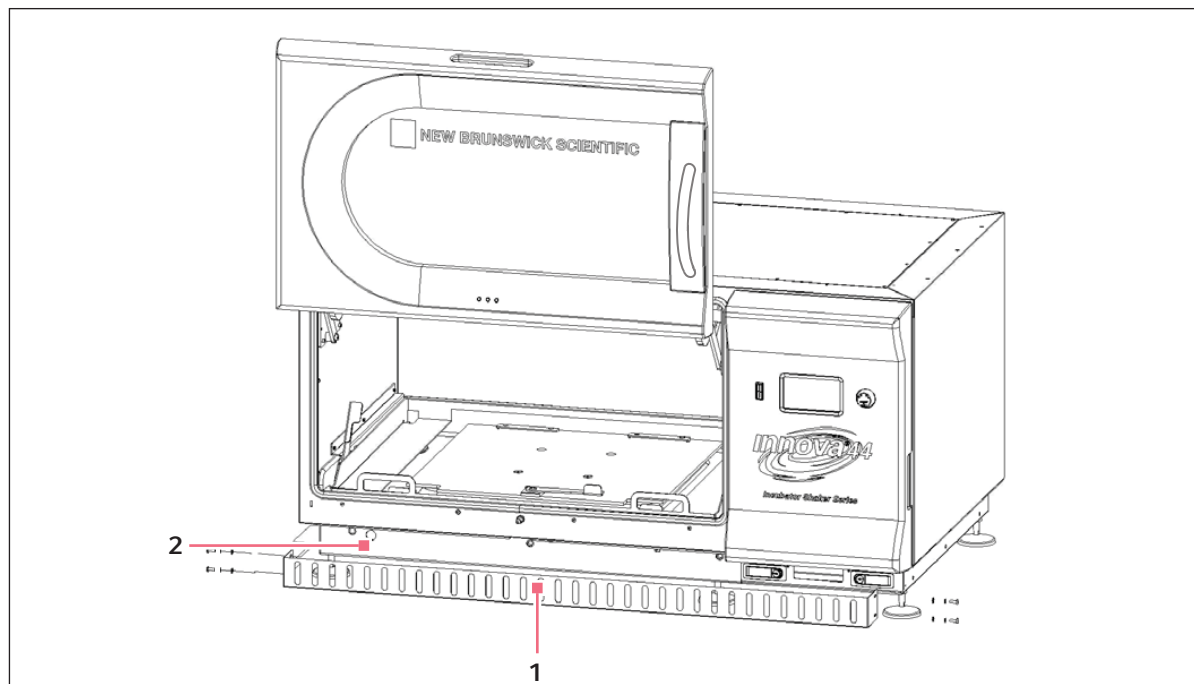

Рис. 8-6: Передняя решетка
1. Снимите 4 винта с накатанной головкой, которые фиксируют переднюю решетку на месте (рис. 8-6 на стр. 46).
1. Снимите четыре винта с накатанной головкой, которые фиксируют переднюю решетку (см. рис. 8-6 на стр. 46).